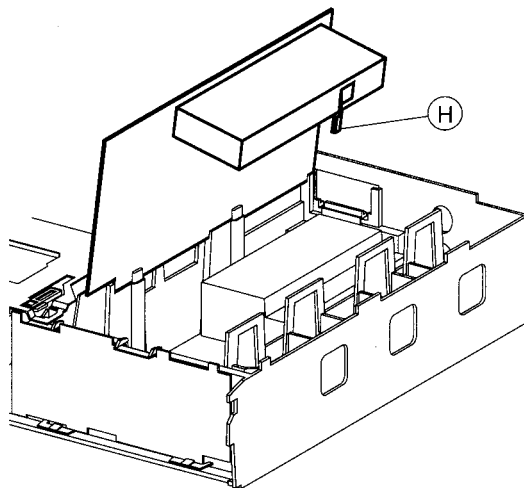

Fig. 7
- Vor dem Austausch der Tuner/Modulator-Baustein Massefeder (H) (Fig. 7) entfernen und diese unbedingt am Austauschbaustein anbringen.
Service position: See Fig. 7.
- Before replacing the Tuner/Modulator Module, remove the chassis spring (H) (Fig. 7) and ensure that it is fitted to the replacement module.